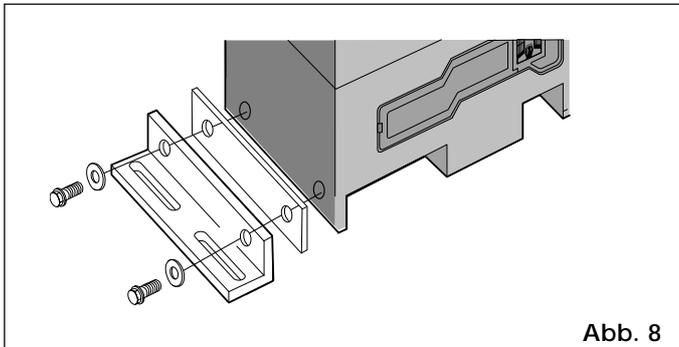

Abb. 8
- 1) Die Befestigungswinkel mit Schwingschutzplatten nach Abb. 8 an den Antrieb befestigen.